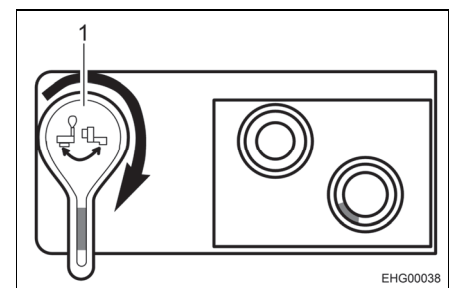

Bild 64 Ablassventil, geöffnet
- Ablassventil öffnen. Dazu den Hebel des Ablassventils 90° im Uhrzeigersinn drehen (siehe Bild 64,1).